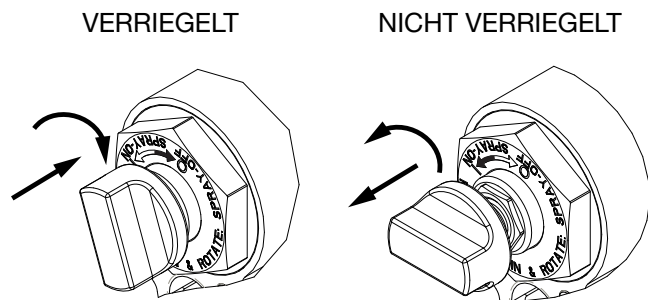

ABB. 6 Abzugsicherung
- Die Abzugsicherung verriegeln. Siehe ABB. 6.
Knopf eindrücken und im Uhrzeigersinn drehen. Bei aktivierter Sperre kann die Pistole nicht betätigt werden. Siehe ABB. 6.
Knopf eindrücken und gegen den Uhrzeigersinn drehen, bis er heraus springt. Zwischen Knopf und Pistolengehäuse entsteht ein Spalt. Siehe ABB. 6.
1. Die Abzugsicherung verriegeln. Siehe ABB. 6.
1. Die Abzugsicherung (G) verriegeln. Siehe ABB. 6.